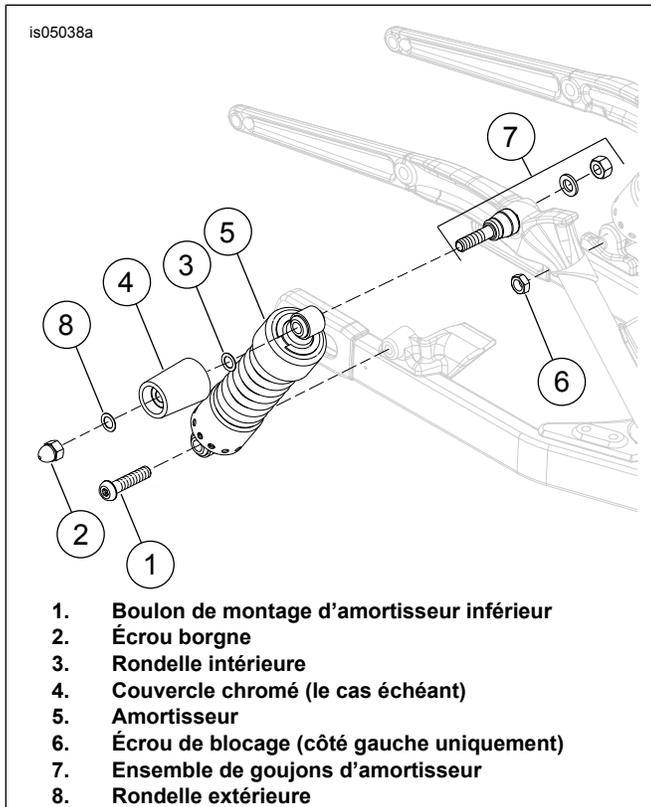

Figure 2. Retirer l'amortisseur de série (modèles de 2008 et plus récents)
1. Voir Figure 2. Déposer le boulon de montage d'amortisseur inférieur (1) et l'écrou de blocage (6) (uniquement sur le côté gauche). Conserver l'écrou de blocage pour l'installation.
2. Déposer l'écrou borgne (2), la rondelle intérieure (3), le couvercle chromé (4), la rondelle extérieure (8) et l'amortisseur (5).
3. Jeter les couvercles chromés (le cas échéant) et toute la visserie sauf l'écrou de blocage (6).
4. Retirer et jeter l'ensemble de goujons d'amortisseur (7).